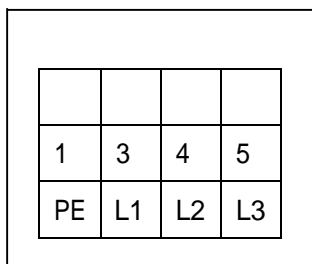

Рис.21
- Открыть переднюю крышку пульта - Схема соединения 400 В AC: четыре провода (сечением 2,5мм²), три фазовых провода, один – заземление. Подсоединяются к клеммам L1,L2,L3, провод заземления подсоединяется к клемме со знаком PE в первую очередь. Затем к болтам заземления платформ, находящихся на напольном основании (рис. 21).